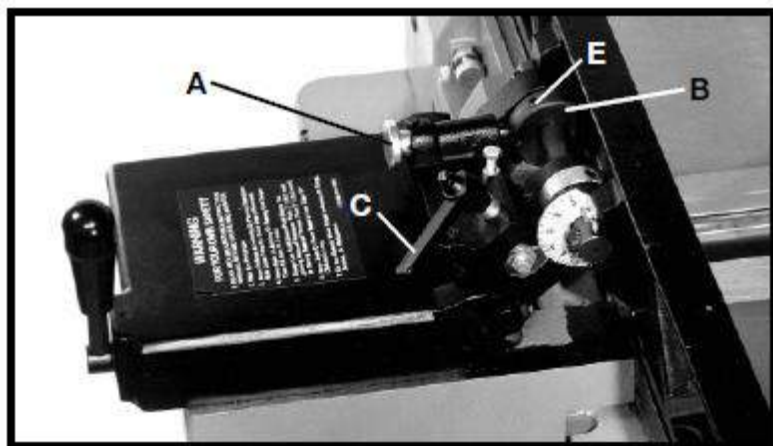

Рис. 30
1. Поставить параллельный упор под  $90^\circ$ , убедившись, что конец плунжера (А), рис. 30, вошёл в паз индексной втулки (В), как показано на рисунке, и затянуть фиксирующую рукоятку (С).
3. Если угол параллельного упора со столом не составляет  $90^\circ$ , ослабить установочный винт (Е) в индексной втулке (В), рис. 30, и ослабить рукоятку (С) фиксации параллельного упора. Перемещать параллельный упор до тех пор, пока угол со столом не составит  $90^\circ$ , и затянуть фиксирующую рукоятку (С), а также установочный винт (Е).